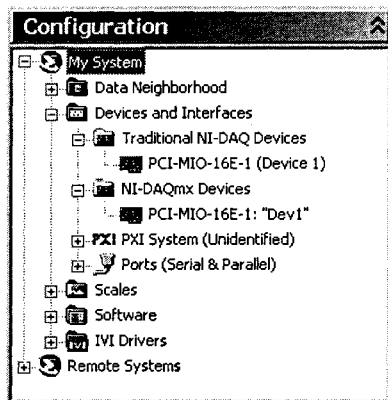

Рис. 18.3
В правой части окна расположена панель **Configuration** (рис. 18.3), в которой в виде дерева показаны составляющие системы, с которыми работает MAX:
- **Devices and Interfaces** – Устройства и интерфейсы. Содержит список установленных и опознанных системой физических устройств: **DAQ, FieldPoint, GPIB, IMAQ, IVI, Motion, VISA, VXI** и т.п. Вы можете настроить существующие устройства, добавлять не найденные системой и удаленные устройства. Если устройство поддерживается и классическим драйвером и mx-драйвером, то оно (как показано на рис. 18.3) изображается в двух соответствующих категориях.